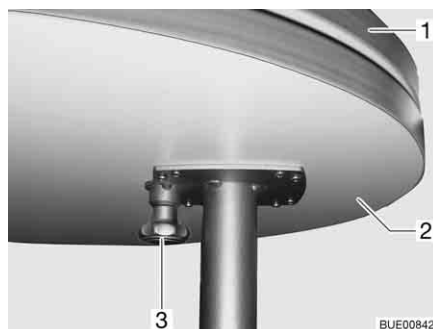

Bild 99 Fast bord
- Dra knappen (Bild 99,3) till låset nedåt och fäll ut bordsförlängningen (Bild 99,2).
- Fäll in bordsförlängningen (Bild 99,2) under bordsskivan (Bild 99,1) så att det hörs att låset hakar i.